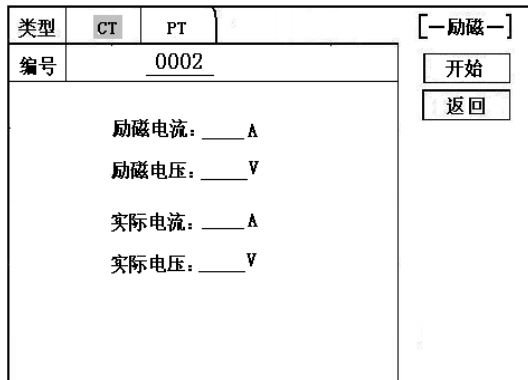
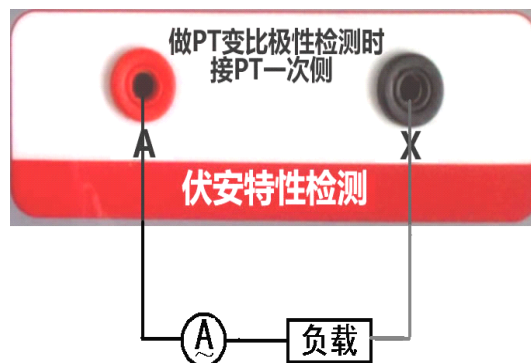

图 28, 校准测试主界面
图 30, 电流校准接线图
进入 CT “励磁” 测试界面后, 选择进入 “校准” 试验界面 (如图 28), 设定好励磁电流值: $0.1\text{A} \sim 5\text{A}$; 励磁电压值: $1\text{V} \sim 1000\text{V}$ 。
制器，试验返回图 28 界面。
电流校准试验参照图 30 进行接线，电压设定值略高于【电流设定值 (A) * 负载 (Ω)】，设置好被测电流/电压值后，合上功率开关，选择“开始”选项，按下控制器，试验即开始，试验到达设定值后将保持输出电流/电压值用于检测，检测完毕后，按下控制器，试验返回图 28 界面。